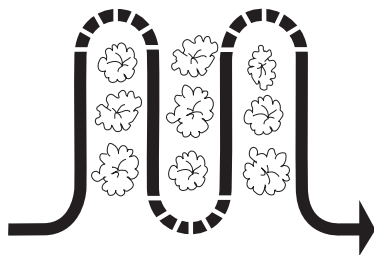

Figure 19
- Lorsque vous sardlez, utilisez les réglages de faible profondeur pour ne pas atteindre les racines des plantes. Si nécessaire, soulevez le guidon légèrement pour empêcher les dents de creuser trop profondément. En plus d'éliminer les mauvaises herbes, un labourage régulier ameublir et aère le sol, ce qui permet une meilleure absorption de l'humidité et une croissance plus rapide des plantes. Voir Figure 19.